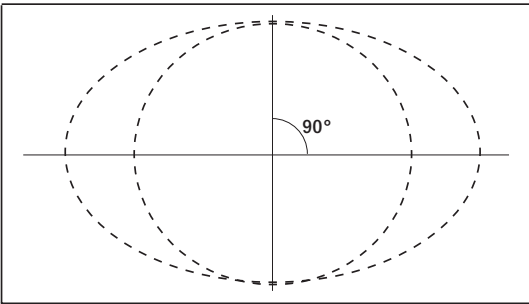
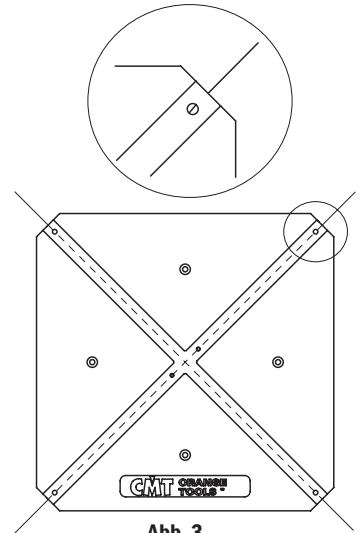
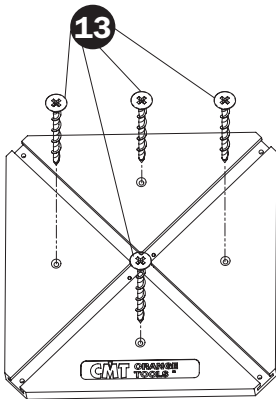

Abb. 2
Abb. 3
Abb. 4
(Abb.2) Auf dem Werkstück die Achsen des gewünschten Kreises im 90°-Winkel einzeichnen (Abb. 4). Den Plastikrahmen (1) mit den Holzschrauben (12) oder mit beidseitigem Klebeband so am Werkstück (Abb. 3) befestigen, dass die Rillen des Plastikrahmens (1) genau mit den vorher festgelegten Achsen übereinstimmen (Abb.3).
(Abb.2) Die Achsen der Ellipse im rechten Winkel auf das Werkstück zeichnen und die Länge und Breite der Ellipse bestimmen. **(Abb.4)**. Den Plastikrahmen (1) mit den Holzschrauben (12) oder mit beidseitigem Klebeband so am Werkstück anbringen, dass die Achsen genau mit den Rillen des Plastikrahmens (1) übereinstimmen **(Abb.3)**.